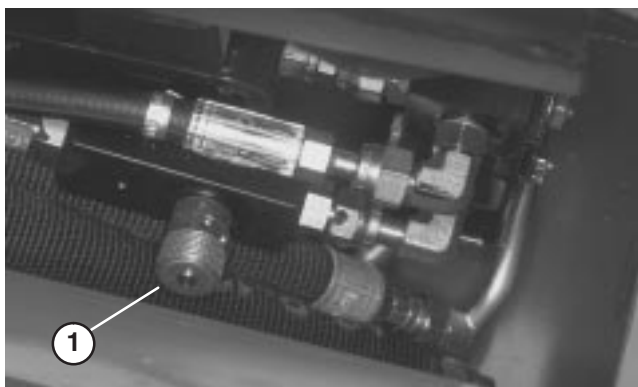

Figure 64
1. Soulevez le capot et localisez la valve à l'arrière gauche de la machine (Fig. 64).